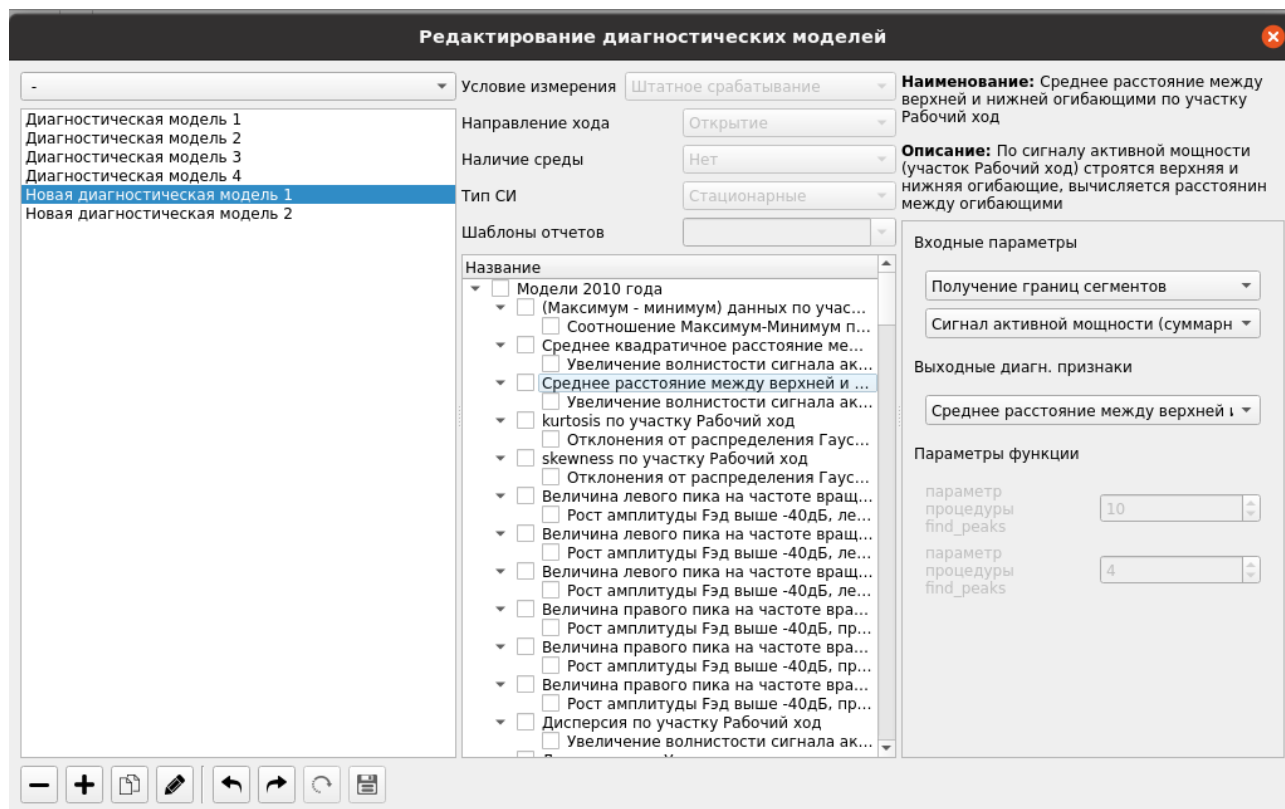

Рисунок 3.12 — Окно редактирования диагностических моделей
3.2.2.5 После нажатия кнопки «Редактирование диагностических моделей» появляется соответствующее окно (рисунок 3.12). В этом окне слева — список доступных моделей, по центру — список диагностических признаков, которые рассчитываются по модели, справа — параметры и описание выбранного диагностического признака.